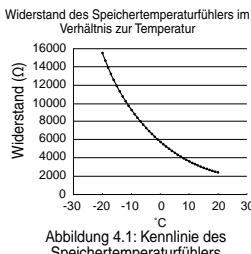

Abbildung 4.1: Kennlinie des Speichertemperaturfühlers
8. Der Temperaturfühler des Warmwasserspeichers muss ein Heißleiter sein. Abbildung 4.1 zeigt die Kennlinie des Fühlers. Das Kabel sollte ein  $(2 \times \min. 0,3 \text{ mm}^2)$  doppelt isoliertes (mit einem Isoliervermögen von min. 30 V) PVC- oder Polychloropren-ummanteltes Kabel sein.